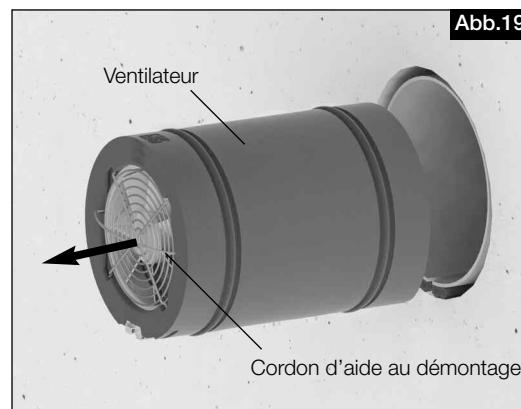

Abb.19
3. Tirer l'unité de ventilateur du manchon mural à l'aide du cordon de démontage (fig. 19).